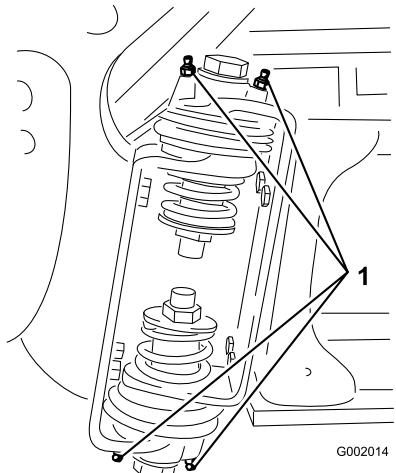

Figura 41
2. Bombee grasa en el cojínete o casquillo de cada punto de engrase Figura 41.